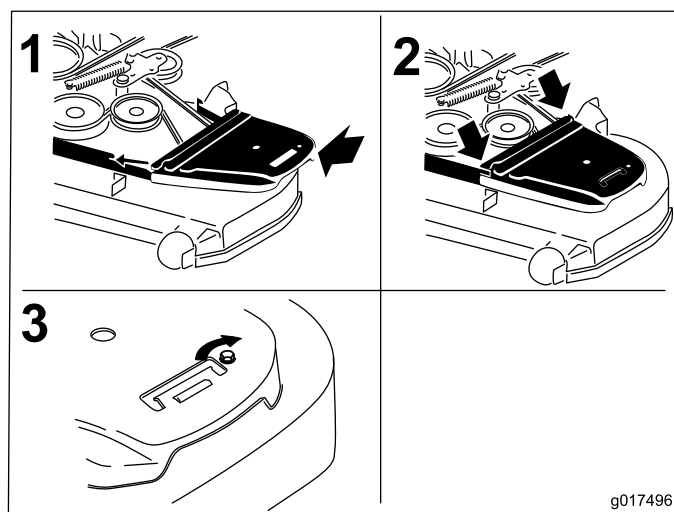

Figure 59
12. Reposez les couvercles de courroies (Figure 59).